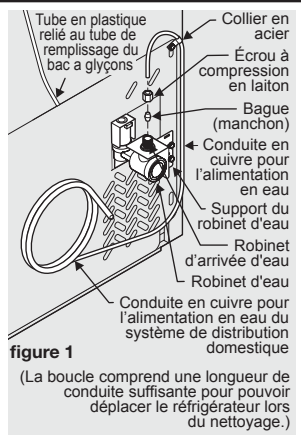
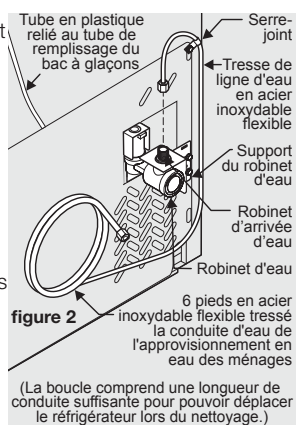

figure 1 (La boucle comprend une longueur de conduite suffisante pour pouvoir déplacer le réfrigérateur lors du nettoyage.)
figure 2 (La boucle comprend une longueur de conduite suffisante pour pouvoir déplacer le réfrigérateur lors du nettoyage.)
- Si vous utilisez du tuyau en cuivre - Faites glisser l'écrou à compression en laiton, puis installez la bague (le raccord) sur la conduite d'alimentation en eau. Poussez la conduite dans le robinet d'arrivée d'eau, aussi loin que possible (6 mm ou 1/4 po). Faites glisser la bague (le raccord) dans le robinet et serrez à la main l'écrou à compression sur le robinet. Serrez d'un autre demi-tour à l'aide d'une clé; NE serrez PAS trop. (Reportez-vous à la figure 1.) Si on utilise des tubes tressés en acier inoxydable souple - L'écrou et la bague d'extrémité sont déjà assemblés sur le tube. Glissez l'écrou sur l'entrée du robinet et serrez à la main l'écrou sur le robinet. Serrez d'un autre demi-tour avec une clé; NE PAS serrer trop fort. (Reportez-vous à la figure 2.)